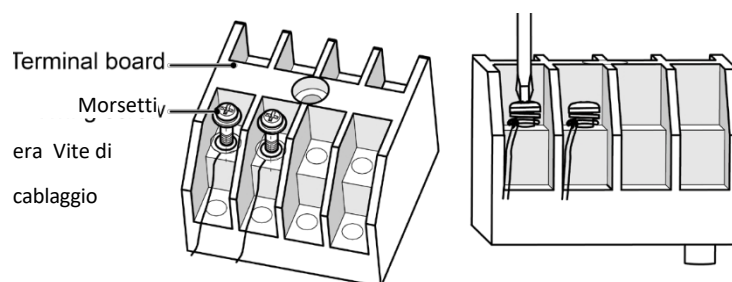

Fig.5.3.1
- ④ Fissare il cavo di alimentazione con una fascetta.
- ① Rimuovere il coperchio del quadro elettrico.
- ② Far passare il cavo di comunicazione attraverso i fori di cablaggio.
- ③ Collegare il cavo di comunicazione ai terminali D1 e D2 del pannello di cablaggio interno a 4 bit, come illustrato nella Fig. 5.3.1.